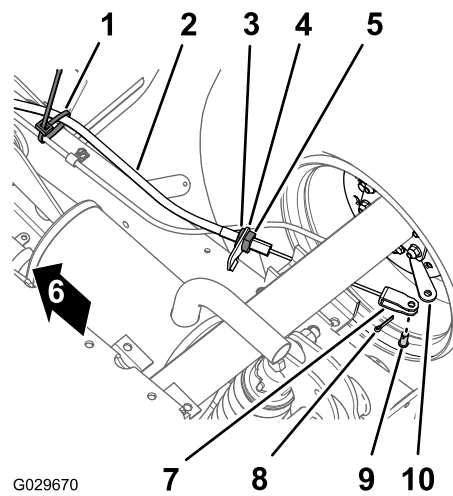

Figura 40
1. Sulla parte inferiore della macchina, rimuovete la fascetta per cavi che fissa il cavo del freno di stazionamento alla linea del freno di servizio (Figura 40).
2. Contrassegnate una striscia di rotazione sul controdado anteriore per il cavo del freno di stazionamento (Figura 40).
3. Allentate il controdado posteriore e rimuovete il cavo dalla staffa del cavo del freno (Figura 40).
4. Togliete la coppiglia e il perno con testa che fissano l'uncino del cavo del freno di stazionamento alla leva di azionamento del freno e separate il cavo dalla leva (Figura 40).
1. Disponete il regolatore filettato del cavo del freno di stazionamento sulla staffa del cavo del freno e l'uncino sulla leva di azionamento del freno (Figura 40).
3. Allineate il regolatore filettato del cavo del freno di stazionamento alla staffa del cavo del freno e serrate il controdado posteriore (Figura 40).